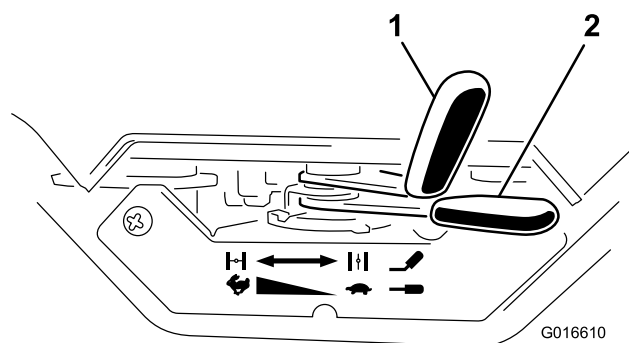

Figure 12
1. Levez la commande de starter en position en service (Figure 12).
2. Déplacez la commande d'accélérateur d'un tiers de sa course vers la position haut régime (Figure 12).